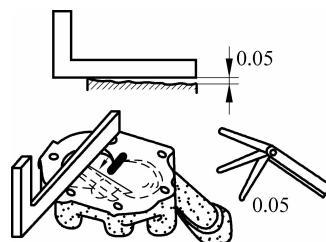

图 3-12 泵盖凹陷量的检查
(3) 泵盖的检查与修理。齿轮式机油泵驱动齿轮啮合时, 产生的轴向力一般都向下, 它使齿轮端面与泵盖内表面磨损。泵盖如有磨损或翘曲, 凹陷超过 0.05mm, 应以车削或研磨等方法进行修复。泵盖凹陷量可用塞尺检查, 如图 3-12 所示。